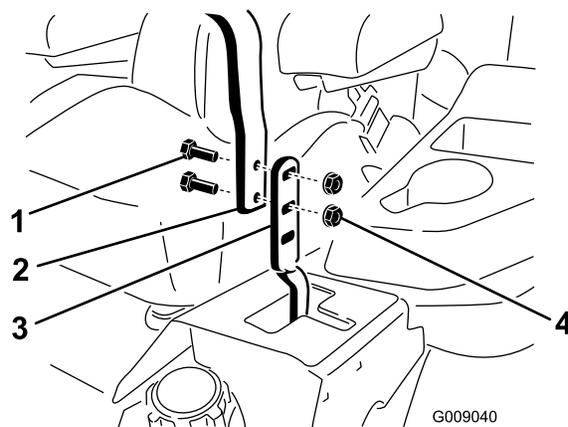

Figura 85
3. Allentate i bulloni e i dadi delle flange montati sulle leve (Figura 85).
4. Allineate le leve latitudinalmente portandole assieme in FOLLE, fatele scorrere finché non sono allineate e serrate i bulloni (Figura 85).